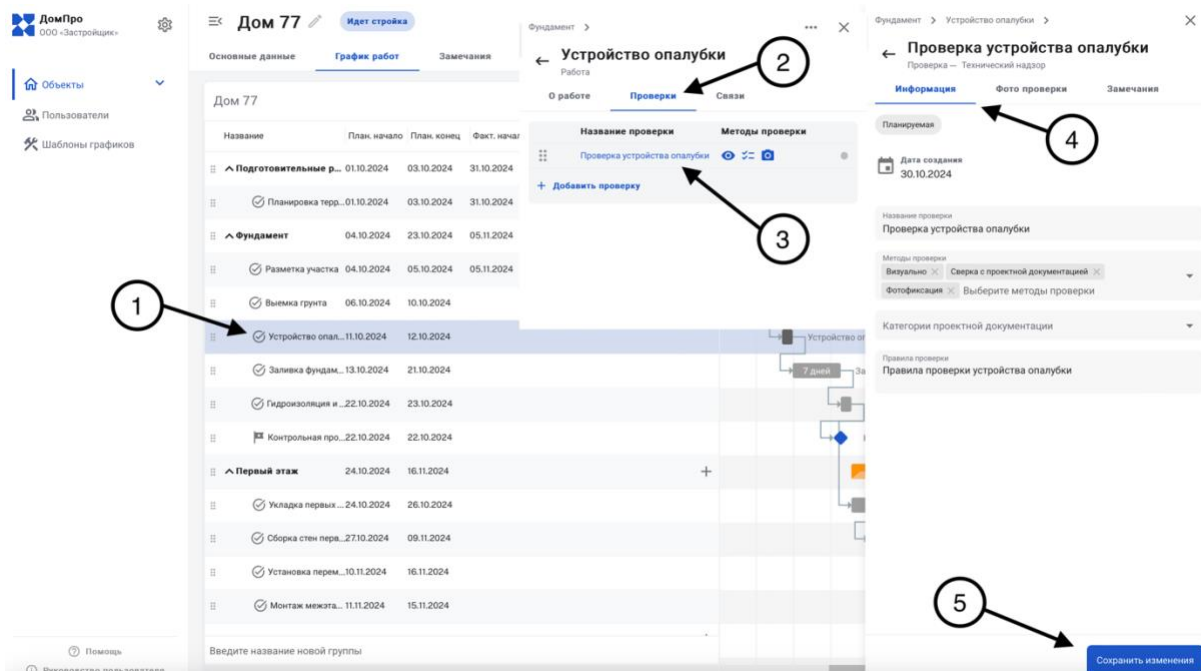

Рисунок 50 - Изменение параметров проверки
Для редактирования проверки в параметрах работы графика необходимо выбрать интересующую работу и нажать на ее название в графике (1), после этого необходимо открыть вкладку «Проверки» (2) Рисунок 50. Затем выбираем интересующую проверку и нажимаем на ее название (3), в открывшемся окне с подробной информации о проверке (4) изменяем параметры. После того как параметры были изменены необходимо сохранить изменения, нажав «Сохранить изменения» (5).